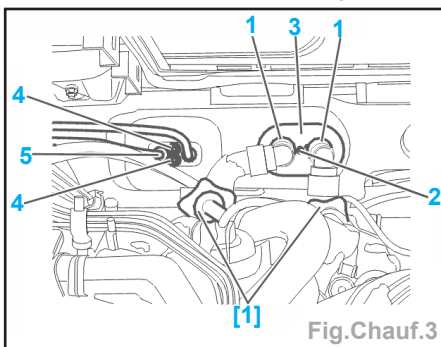

Fig.Chauf.3
- Mettre en place les outils [1] (Fig.Chauf.3).